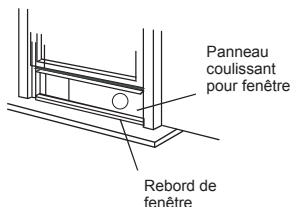

Fig. 10
3. Coupez le joint d'étanchéité en mousse (adhésif) à la bonne longueur et collez-le sur le dessus du panneau coulissant. Fig. 10.